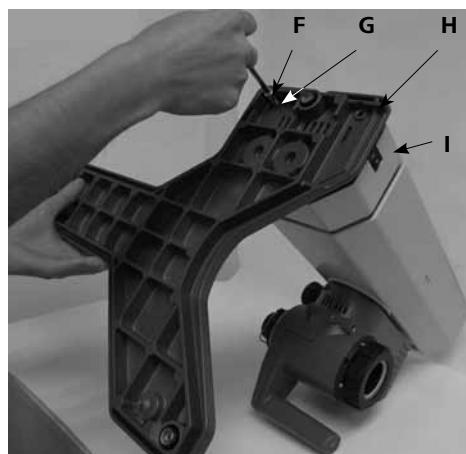

Fig. 7
1.) 리프트에 리프트 고정 판넬 설치 (Fig. 7)
- 포장을 끈 후에 원통형 M6X25 (**F**) (4x) 톱니 와셔 M6(**G**) (4x)를 적용하여 리프트 장치(**I**)가 있는 베이스(**H**)를 장착 할 수 있습니다.(Fig.7)